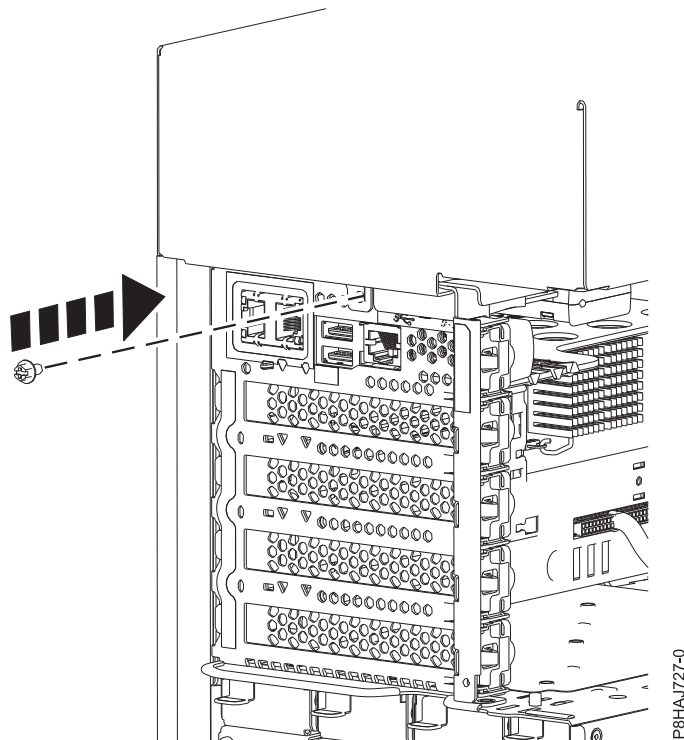

Figure 27. Installation de la vis capot latéral du 8286-41A
5. Installez la vis arrière du capot latéral à l'aide d'un tournevis cruciforme, comme illustré figure 27, à la page 45.